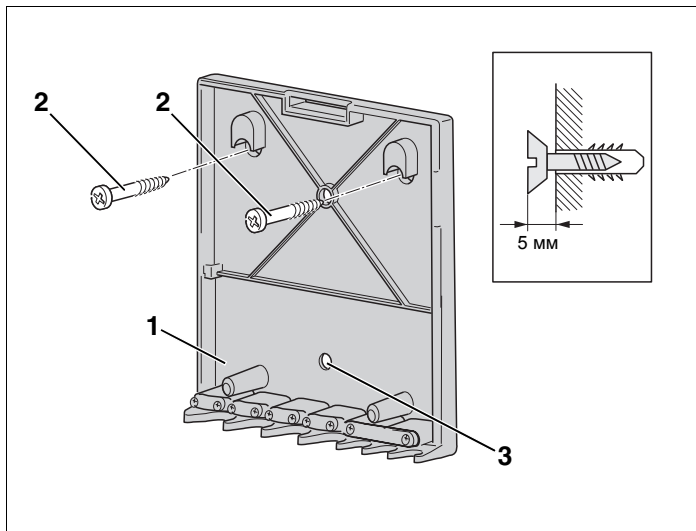

Рис. 9 Установка настенного кронштейна
- Наметить расположение отверстий для настенного кронштейна (рис. 9, **поз. 1**).
- Просверлить отверстия согласно их расположению на кронштейне (рис. 9, **поз. 1**) ( $\varnothing$  6 мм).
- Вставить дюбели в отверстия и закрутить входящие в поставку винты (рис. 9, **поз. 2**) до их выступа 5 мм.
- Установить настенный кронштейн (рис. 9, **поз. 1**) и затянуть винты. Если требуется, то зафиксируйте кронштейн (рис. 9, **поз. 1**) винтом в дополнительном отверстии (рис. 9, **поз. 3**).